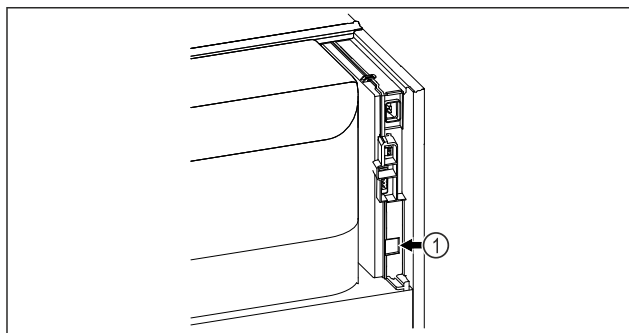

Fig. 90
- Το SmartModule Fig. 90 (1) είναι τοποθετημένο.